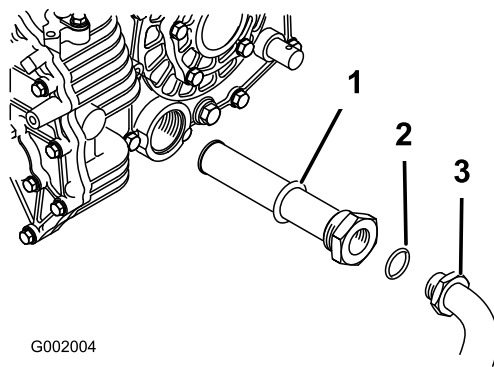

Figura 53
5. Retire el tubo hidráulico y el codo de 90° (Figura 53).